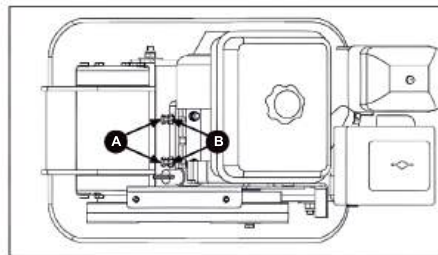

рис. 17
6. После завершения регулировки натяжения ремня затяните контргайки В и монтажные болты двигателя (рис.17).